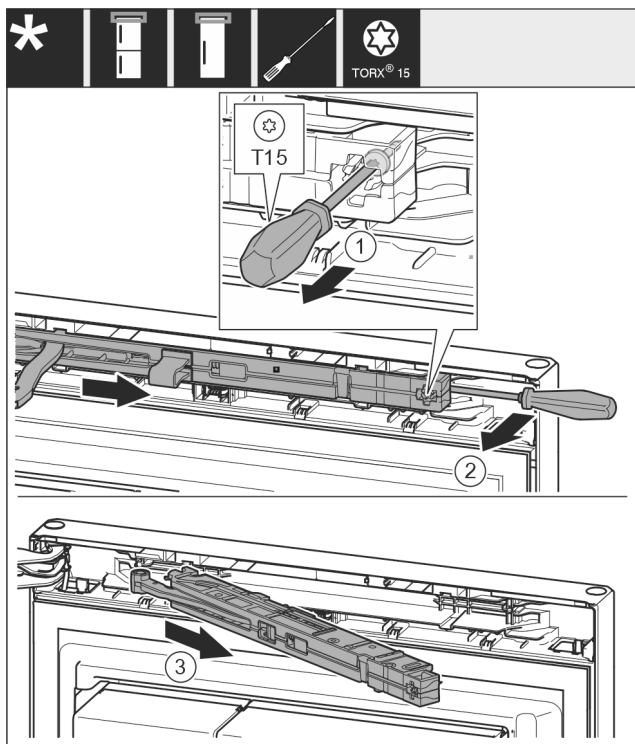

Fig. 11
- Skrutkovačom T15 uvoľnite skrutku na jednotke tlmíča uzatvárania cca 14 mm. Fig. 11 (1)
- Skrutkovač zasunúť na strane držadla za jednotku tlmíča uzatvárania a otočte jednotku dopredu. Fig. 11 (2)
- Vytiahnite jednotku tlmíča uzatvárania. Fig. 11 (3)